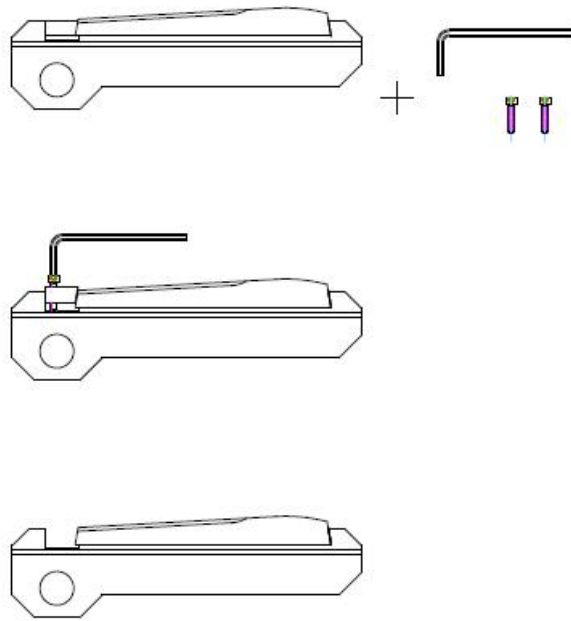

图4-4颚板更换
3.1.5 拆出的定颚板平放于工作台上，取5#内六角扳手（随机工具）拆出压紧块螺钉。后用顶丝（随机工具）拧入压块螺纹孔将压块顶出即可取下颚板并更换（图4-4）。